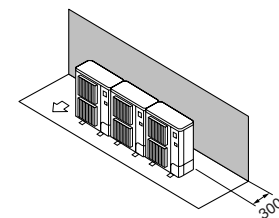

Fig. 3-11
- ① Окружающие предметы - только сзади (Fig. 3-11)